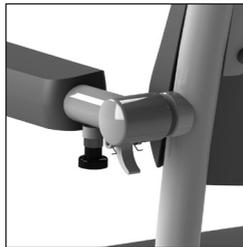

Figura 11 Apoyabrazos con doble bloqueo.
- El bloqueo adicional garantiza que el cierre frontal también se bloquee cuando se gira hacia un lado (ver figura 11 - 12).